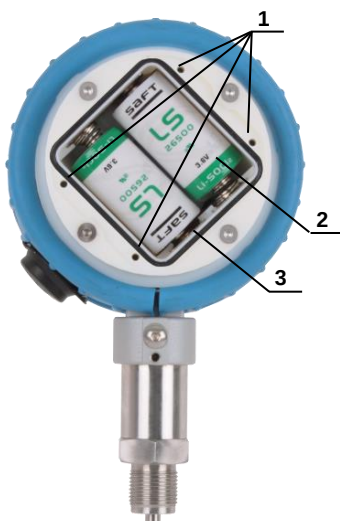

Рисунок 2.2
2.4.3 В тыльной части корпуса МТИ-100/М4, МТИ-100Ех/М4 расположен батарейный отсек (см. рисунок 2.2).
2.4.3.1 Внутри корпуса МТИ-100/М4НГ, МТИ-100Ех/М4НГ расположен батарейный отсек (см. рисунок 2.2а).
Рисунок 2.2а